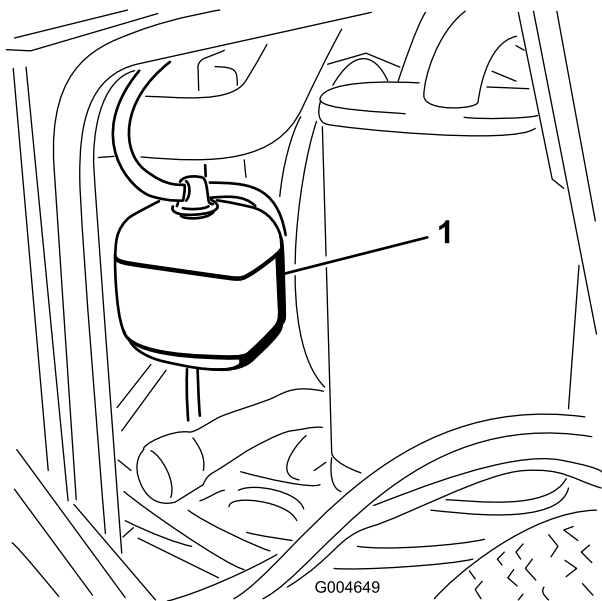

Figura 55
1. Verifique o nível de líquido de arrefecimento do depósito secundário (Figura 55). Este deve situar-se entre as marcas existentes no exterior do depósito.